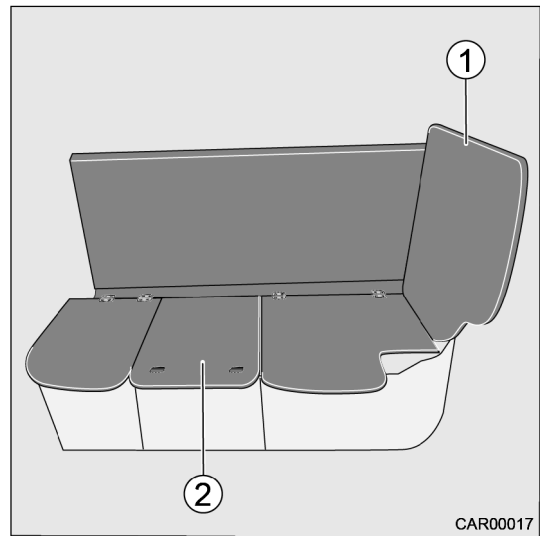
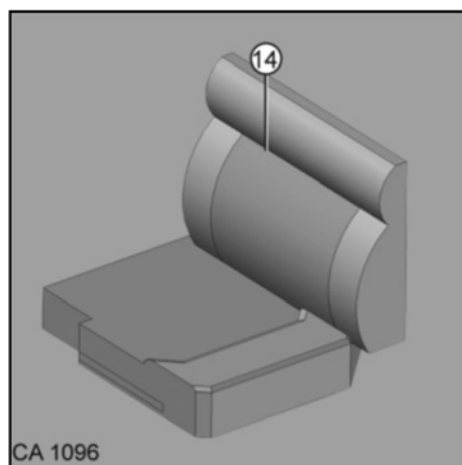

Fig. 28 Transformation du 5e siège
Fig. 32 Coussins d'appoint
2. Relever le panneau dossier (Fig. 28/1).
3. Retirer la plaque de siège (Fig. 28/2) et la ranger.
12. Placer le coussin d'appoint (Fig. 32/14) devant le panneau dossier (Fig. 28/1).